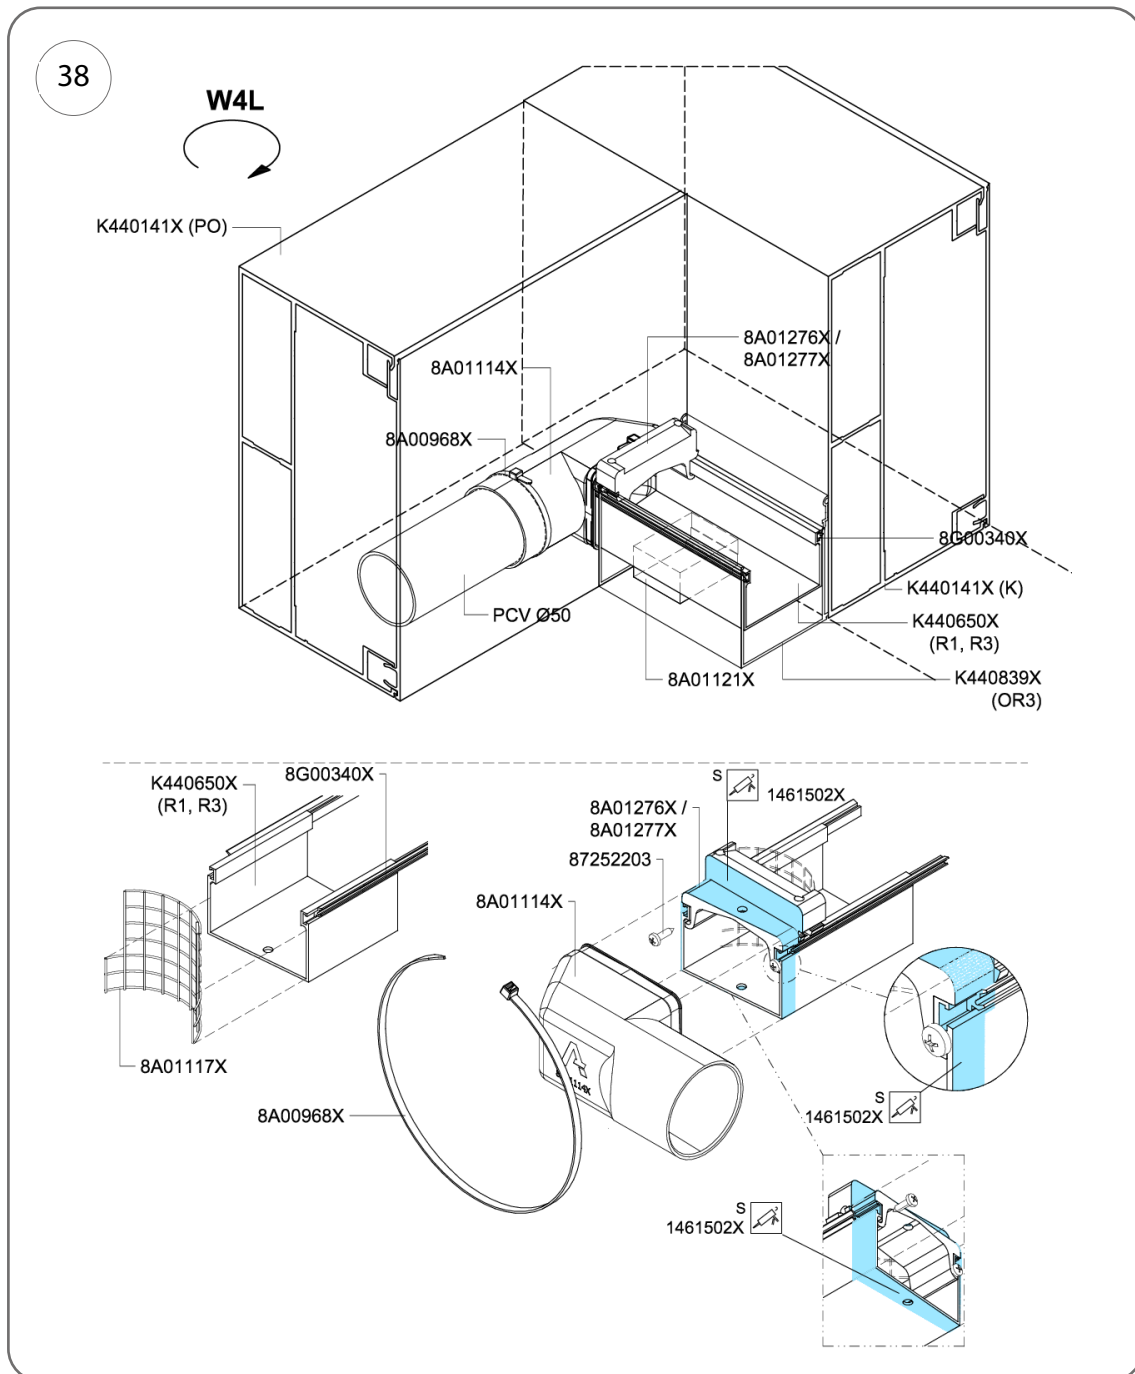

Abb. 38
2. Sichern Sie die Verriegelungselemente gegen Verschieben, indem Sie 2 Schrauben  $\varnothing 3,5 \times 13$  mm (Art.-Nr. 87252203) eindrehen – Abb. 38.
3. Tragen Sie gemäß Abb. 38 eine Schicht der Klebe- und Dichtmasse (Kat.-Nr. 1461502X) auf den gesamten Umfang der Rinne und des Verriegelungselements auf.